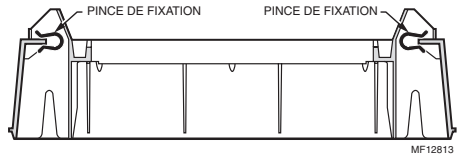

Fig. 4. Position des pinces de fixation.
7. Placer les pinces de fixation comme l'indique la Fig. 4.